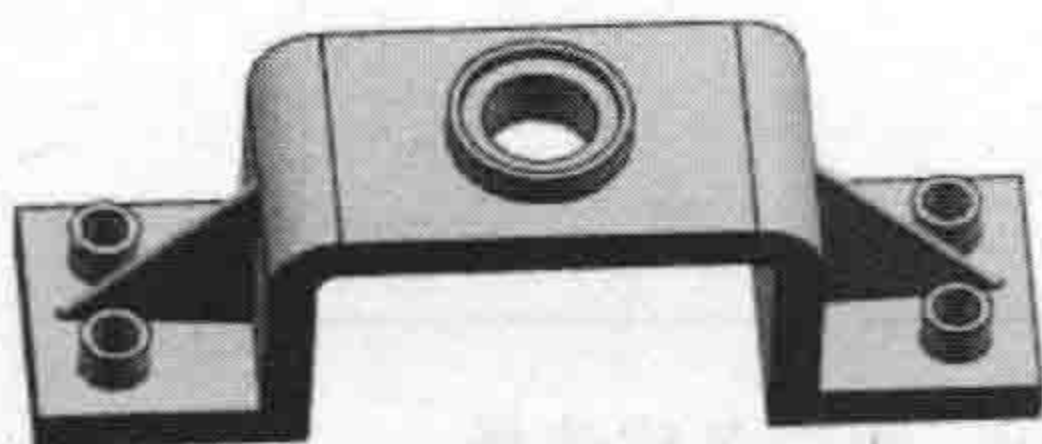

图 1-15 带边着色
- **【带边着色】**: 用光顺着色和打光渲染面 (光标指向的视图中) 并显示的边, 如图 1-15 所示。